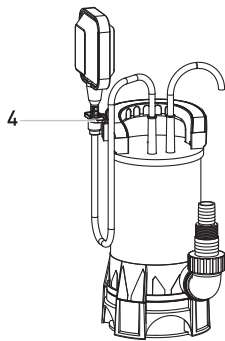

Abb. 7
1. Befestigen Sie eine Schnur am Transportgriff (1) an der Oberseite des Geräts (siehe Abb. 7).